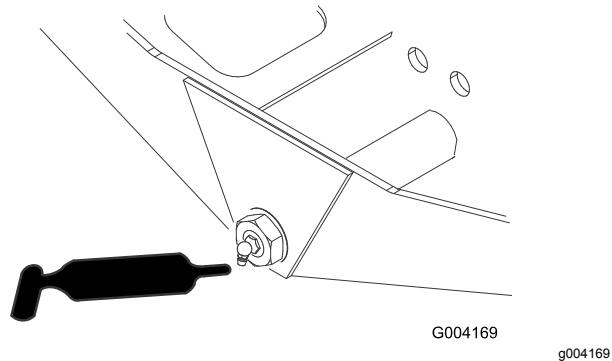

Figura 41
- Pivote de dirección del eje (1) (Figura 41)